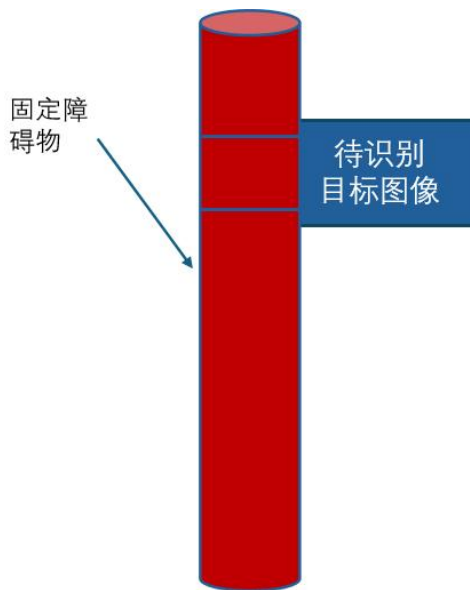

图 3.2 障碍物悬挂待识别目标图像
5. 1 号和 2 号固定障碍物上会随机选择 1 个障碍物来悬挂待识别目标图像如图 3.2，待识别目标图像离地面距离不低于 1.2m，无人机识别到图像后要做出明显的下降动作来避开待识别目标，并保持下降后的高度继续飞行任务。